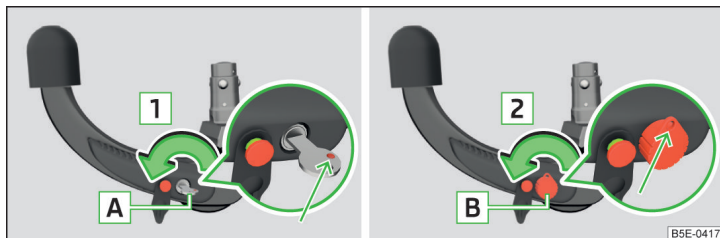

Fig. 186 1. Étape : variante de clé 1 / variante de clé 2
- Tournez la clé **A** dans le sens de la flèche **1** de sorte que son marquage vert soit orienté vers le haut » fig. 186.
- Tournez la clé **B** dans le sens de la flèche **2** de sorte à ce que l'œillet de la clé soit orienté vers le haut » fig. 186.